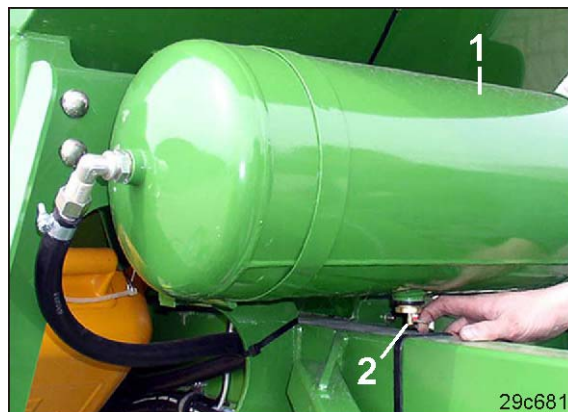

Рис. 231
1. Дайте поработать двигателю трактора, пока ресивер (Рис. 231/1) не будет заполнен (прим. 3 мин).
3. Тяните водоспускной кран за кольцо (Рис. 231/2) в боковом направлении, пока вода не перестанет выходить из ресивера.